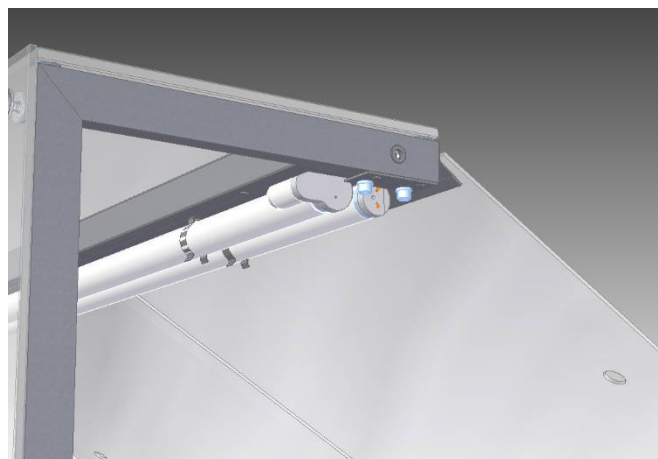

Рисунок 4
2. Установить фронтальные стойки, притянув их к кронштейнам с помощью винтов метрических М6х30 с цилиндрической головкой (2 шт. на каждую стойку) (см.рис.4).
3. Фонарь укладывается на держатели и стягивается с фронтальными стойками с помощью Винта М6х16 с цилиндрической головкой (4 шт.) и Шайбы М6 (4 шт.) (см.рис.4).